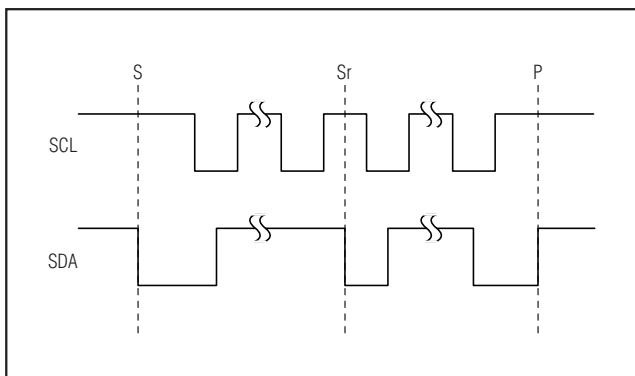

图10. START、STOP和REPEATED START命令
主机设备通过发出START命令启动通信。START命令是在SCL为高电平时，SDA由高到低的跳变产生的。STOP命令是在SCL为高时，SDA由低到高的跳变产生的(图10)。来自主机的START (S) 命令通知MAX9702开始传输。主机通过发出STOP (P) 命令终止传输并释放总线。若产生的是REPEATED START (Sr) 命令，而不是STOP命令，则总线保持有效。